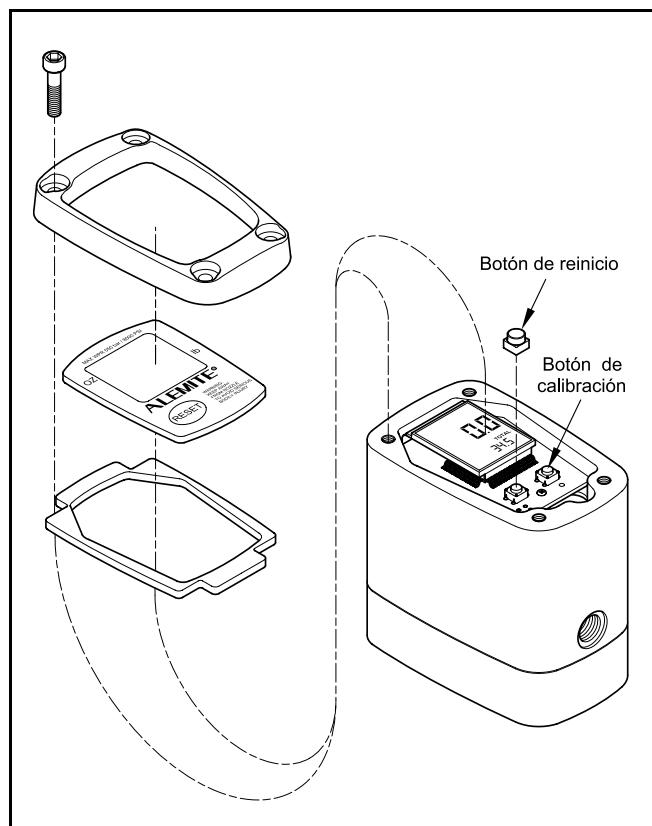

Figura 1 Medidor de Grasa Electrónico serie Modelos 3530
- Vea la **Figura 1**.
IMPORTANTE: Asegúrese que el botón de reinicio sea colocado apropiada mente. Vea la **Figura 1**.